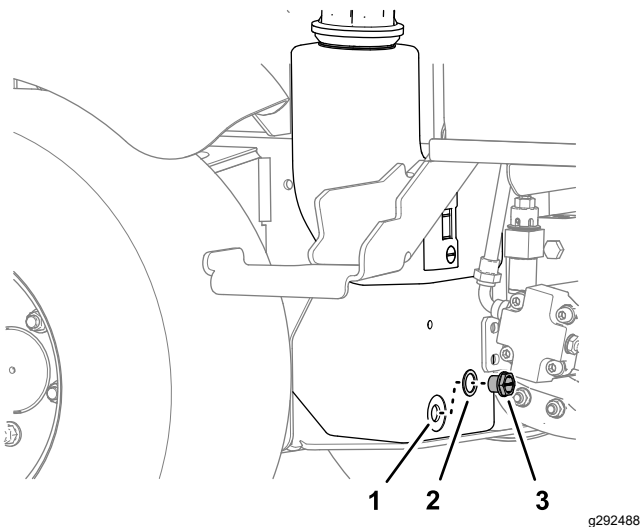

Figura 75
3. Allineate una bacinella di spurgo sotto il serbatoio idraulico, rimuovete il tappo di spurgo del serbatoio, e spurgate completamente il fluido idraulico (Figura 75).